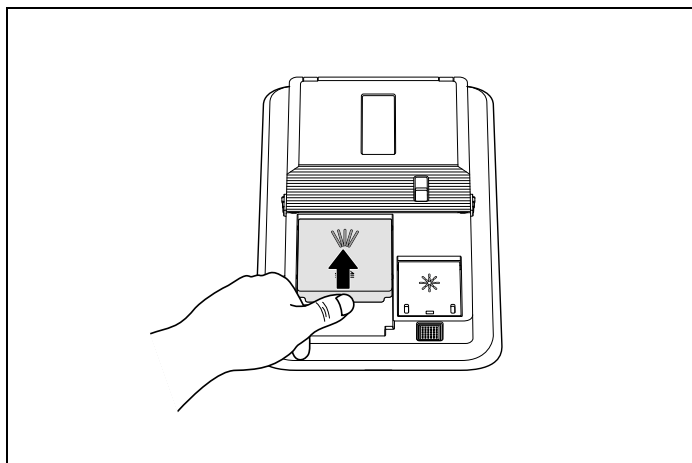

Fig. 63
- 3) Fermez le couvercle et appuyez dessus jusqu'à ce qu'il soit bien verrouillé (Fig. 63).